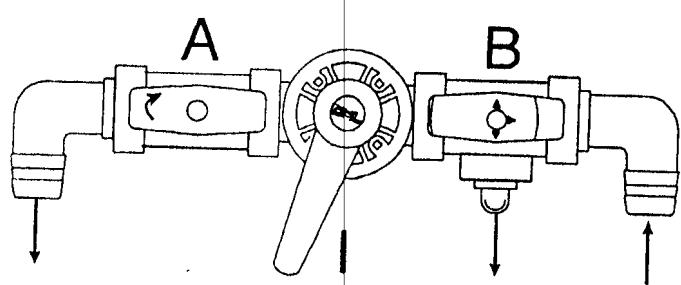

Fig. 7
- 1) Опорожнение установки: поверните рукоятку реверсивного крана на двухходовой кран (A), откройте двухходовой кран (B) как показано на рис.7.